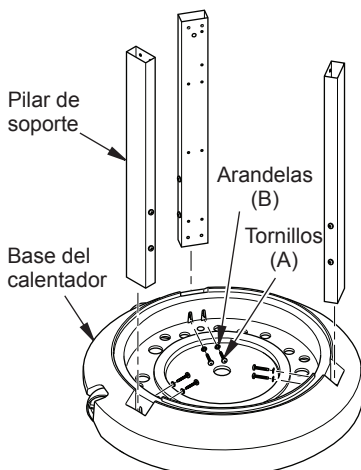

Figura 3 - Instalación de los pilares de soporte en la base
1. Ubique la base del calentador tipo mesa y los tres pilares de soporte de la mesa con orificios en un lado solamente. Asegurándose de que los orificios de los pilares estén orientados como se muestra en la figura 3, deslice los pilares de soporte hacia dentro de la base y fíjelos con tornillos (A) y arandelas (B) a través de los 2 orificios inferiores, como se muestra.